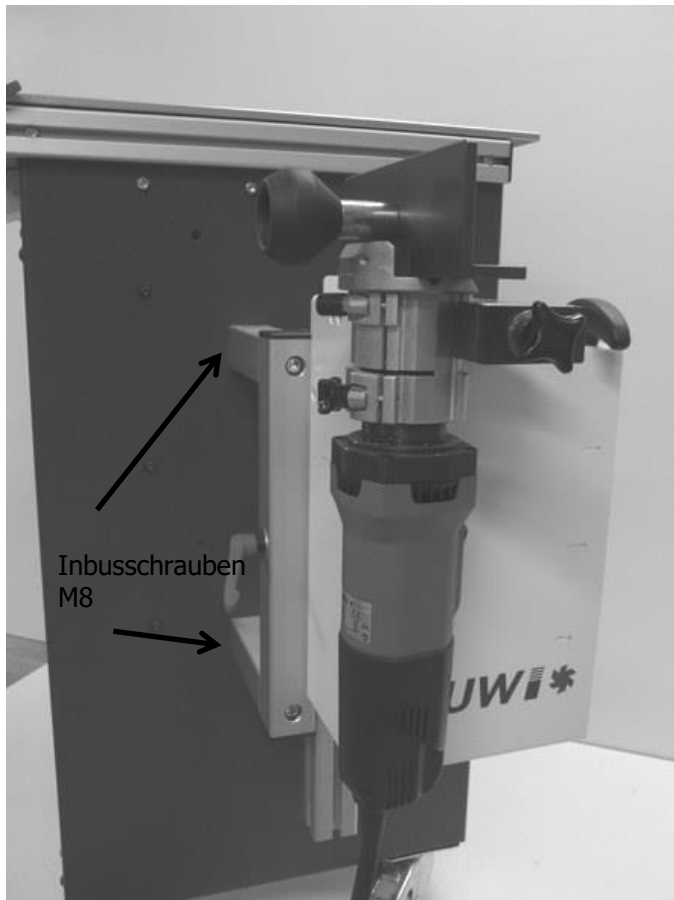

Bild 16
1. das Füge- und Fräsaggregat mit den Inbusschrauben M8 am Maschinengestell festschrauben (Bild 16)